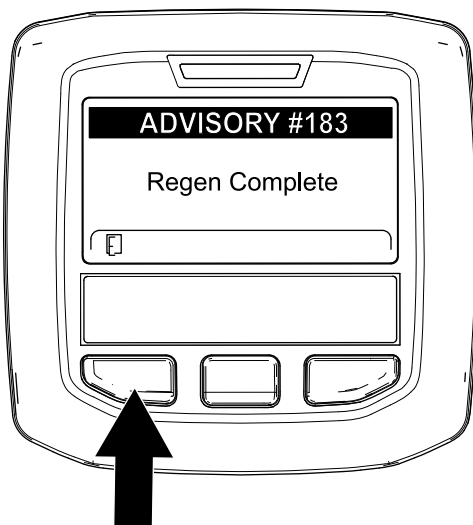

Bild 56
9. Wenn der Motorcomputer eine geparkte Regenerierung oder eine Wiederherstellung-Regenerierung abschließt, wird im InfoCenter ADVISORY #183 (Bild 56) angezeigt. Drücken Sie die linke Taste, um den Begrüßungsbildschirm anzuzeigen.
Hinweis: Wenn die Regenerierung nicht abgeschlossen wird, wird im InfoCenter „Advisory #184“ (Bild 56) angezeigt. Drücken Sie die linke Taste, um den Begrüßungsbildschirm anzuzeigen.